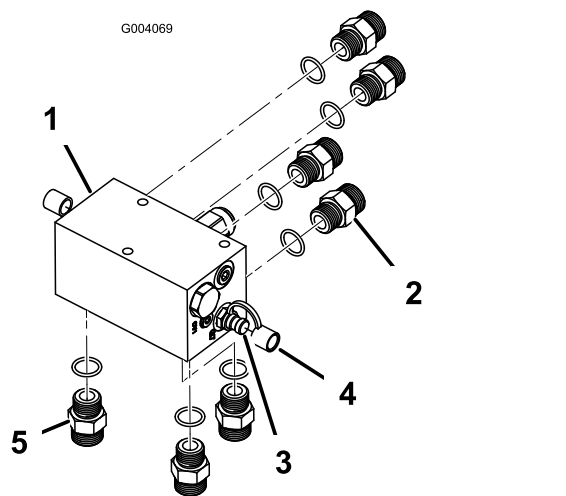

Рисунок 4
- Установите 2 диагностических штуцера с каждой стороны коллектора вместе с пылезащитными колпачками (**Рисунок 4**).
- Установите 3 прямых гидравлических штуцера на нижнюю часть коллектора (**Рисунок 4**).
- Установите 4 прямых гидравлических штуцера на заднюю стенку коллектора (**Рисунок 4**).